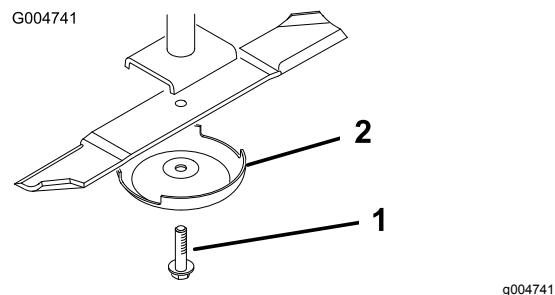

Bild 129
3. Entfernen Sie die Messerschraube, die Antiskalpiercuppe und das Messer von der Spindelwelle (Bild 129).